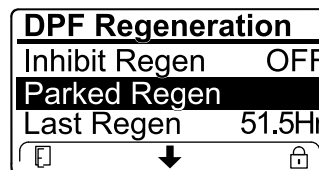

図 50
- エンジンコンピュータがリカバリ再生を要求している、またはリカバリ再生の処理中である時には、駐車再生 PARKED REGEN を選択することはできません。駐車再生はロックされ、施錠アイコン 図 50 がインフォセンターの右下に表示されます。